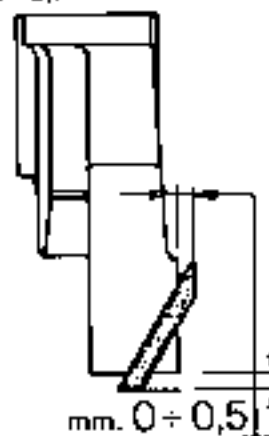

Fig. 15 - Montaggio delle guarnizioni sui supporti di banco
- Tagliare le guarnizioni di gomma montate sui supporti esterni, in modo che sporgano di mm. $0 \div 0,5$ (Fig. 15).